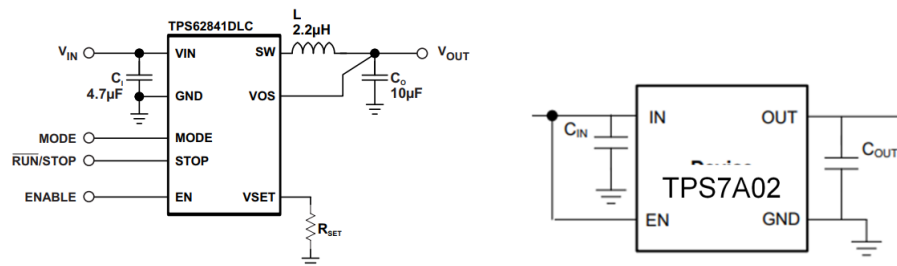

図 4 : 超低 I_Q DC/DC および LDO の回路図
図 4 は、超低 I_Q DC/DC および LDO の電源の回路図です。両方とも非常にシンプルで、必要なパッシブ部品は数点しかありません。DC/DC には、出力電圧の設定にパワー・インダクタ 1 個、セラミック・コンデンサ 2 個、抵抗 1 個が必要です。LDO では、出力電圧が集積回路 (IC) 内部で直接設定されるため、必要なのはセラミック・コンデンサ 2 個のみです。いずれも非常にシンプルな電源で、一般的な市販の部品を使用できます。